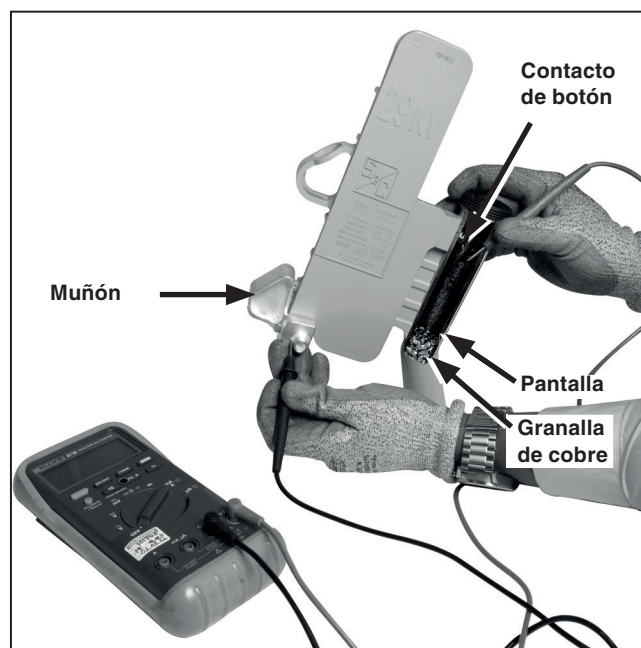

Figura 5. Verificación de la continuidad del limitador de respaldo. (Vista transversal de la sección para control de escape de gases.)
PASO 5. Inmediatamente antes de la instalación, verifique el limitador para asegurarse de que no se hayan producido daños durante el envío. Inspeccione visualmente la unidad con el muñón retirado para asegurarse de que no haya grietas u otros daños visibles. Verifique de manera continua para asegurarse de que los componentes internos del limitador no hayan sido dañados durante el envío. Consulte la Figura 5 en la página 11.
PASO 3. Determine si el limitador de respaldo se ha fundido al verificar su continuidad. Ponga una de las conexiones eléctricas del analizador de continuidad en contacto con el muñón y ponga la otra conexión eléctrica en contacto de botón en el interior del dispositivo para control de escape de gases. Ver Figura 5. La prueba de continuidad se debe realizar como parte del procedimiento de reinstalación, después de cada operación del Fusible Limitador Fault Tamer.
No quite la tapa o granalla de cobre de la parte inferior del dispositivo para control de escape de gases. Ver Figura 5. **El quitarla puede resultar en lesiones serias o la muerte durante una operación subsecuente de despeje de fallas.**